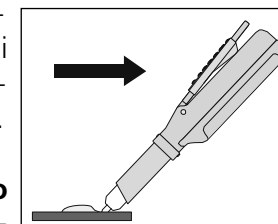

Рис. 6
- 3) Натискайте на ручку, одночасно переміщуючи картридж з диспенсером назад (рис. 6). Продовжуючи натискати на ручку (рис. 7-1), відділіть видавлений матеріал від носиків картриджа, перемістивши картридж з диспенсером у вертикальне положення на блоці для замішування (рис. 7-2).